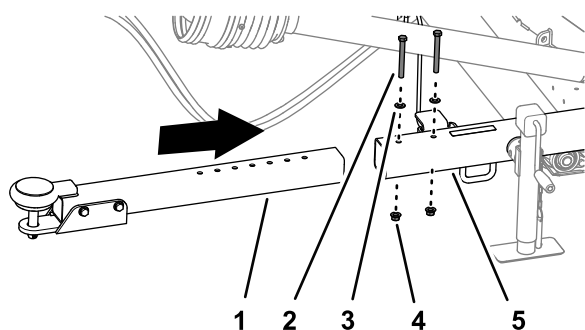

Figura 6
1. Retire as 2 porcas de bloqueio flangeadas, 2 parafusos e 2 anilhas que prendem o tubo de engate ao tubo recetor (Figura 6).